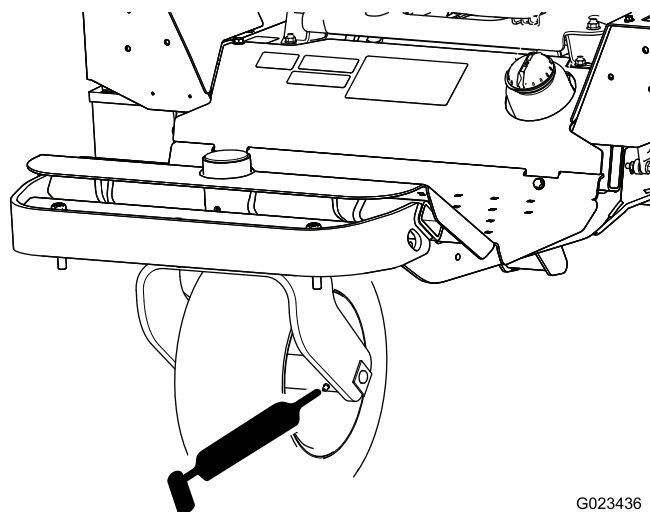

Figure 35
- Roulement de roue avant (1) – Figure 35